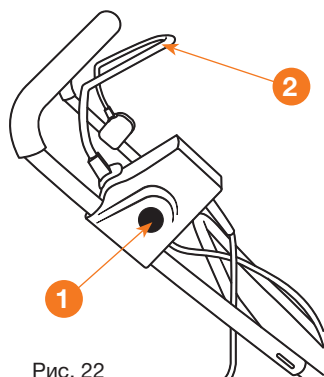

Рис. 22
2. Нажмите и удерживайте кнопку блокировки включения **1** (Рис. 22).
3. Продолжая удерживать кнопку блокировки включения **1**, прижмите скобу включения двигателя **2** к рукоятке (Рис. 22). Двигатель заработает и фрезы начнут вращение.